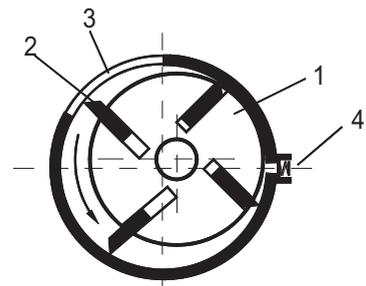

Abb. 2.5 Umlauf- oder Zellenverdichter (Prinzip)
52. Abbildung 2.5 zeigt das Funktionsprinzip des *Umlauf- oder Zellenverdichters*.